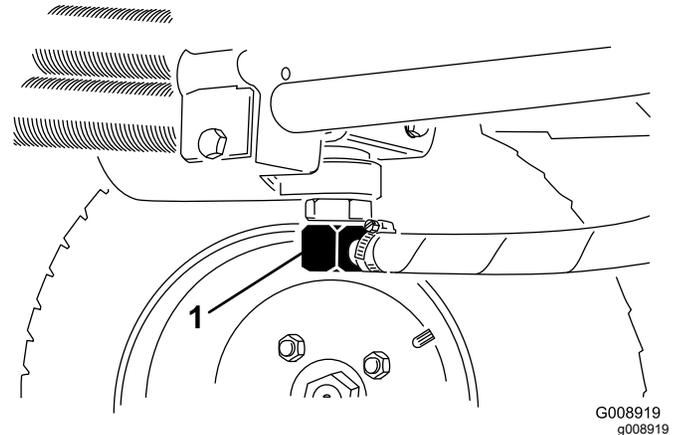
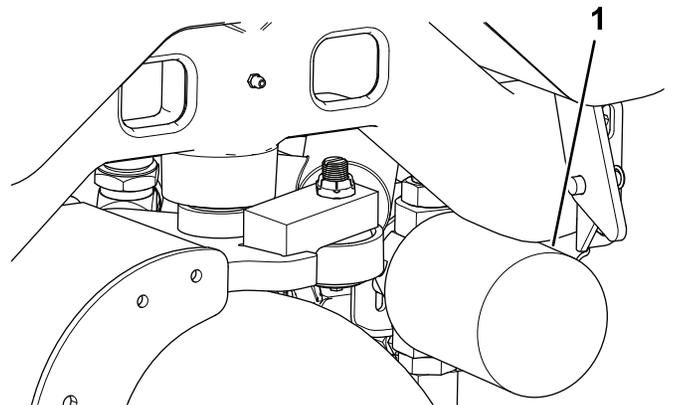

Bild 75
Bild 76
3. Klemmen Sie die Hydraulikölleitung ab (Bild 75) oder entfernen den Hydraulikölfilter (Bild 76) und lassen das Hydrauliköl in ein Auffanggefäß ablaufen.
4. Stellen Sie ein Auffanggefäß unter den Filter (Bild 76) und entfernen den Filter.